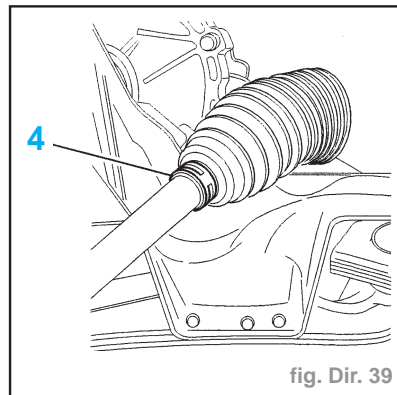

fig. Dir. 39
- Déposer le collier (4) (fig. Dir. 39).
- le collier (4) (fig. Dir. 39)